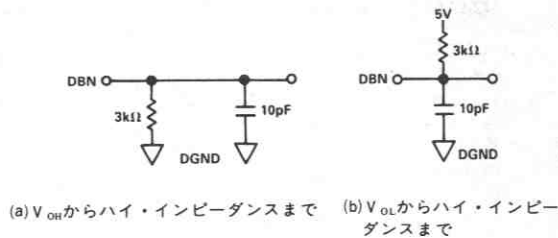

図2 出力フロート遅延測定のための負荷回路
- t_7 は図2の負荷回路を用いた場合にデータラインが 0.5V変化するまでに必要な時間として定義されます。仕様は予告なしに変更する場合があります。